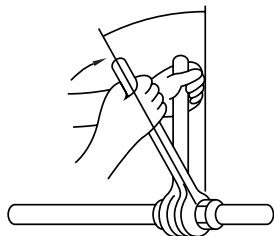

Fig. 5-8
- S tt p  ett tunt lager k ldmedelsolja p  r rets anslutningsyta. (Fig. 5-8)